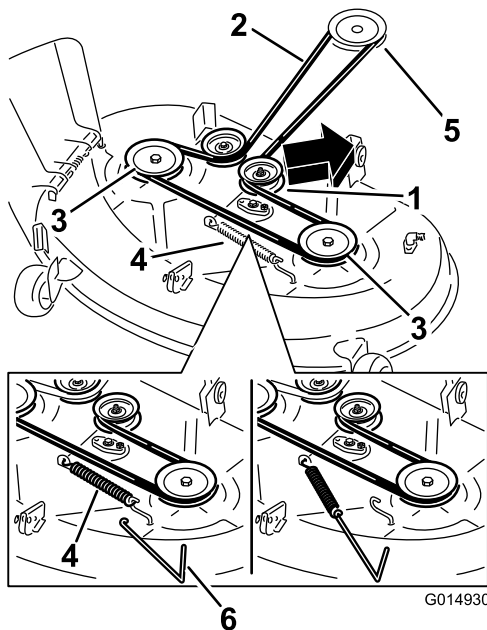
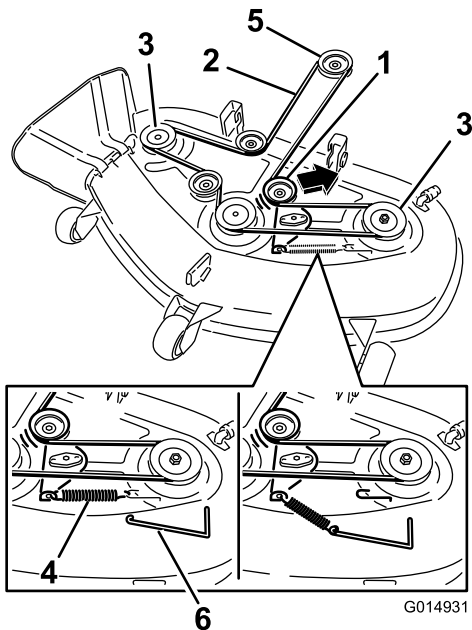

Figure 69
Figure 70
4. À l'aide d'un outil de dépose de ressort (réf. Toro 92-5771), décrochez le ressort du crochet sur le plateau de coupe pour éliminer la tension sur la poulie de tension et déchaussez la courroie des poulies (Figure 69 et Figure 70).
- Acheminez la courroie neuve autour des poulies du moteur et du plateau de coupe (Figure 70).
- À l'aide d'un outil de dépose de ressort (réf. Toro 92-5771), accrochez le ressort à l'ergot sur le plateau pour tendre la poulie de tension et la courroie de plateau de coupe (Figure 69 et Figure 70).